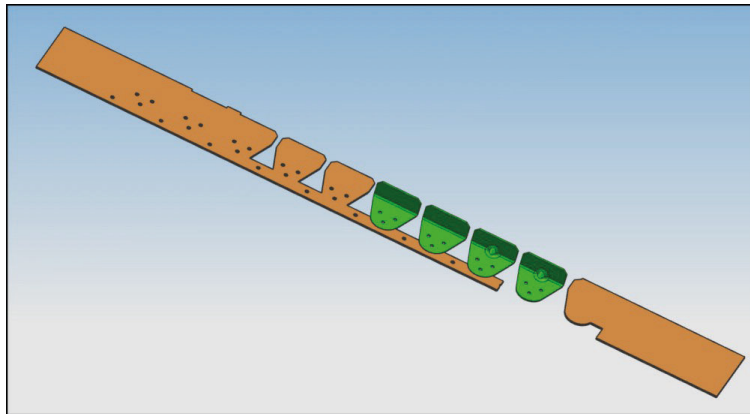

Рис. 6.15. Симуляция процесса последовательной штамповки детали при однорядном раскрое
- Создайте симуляцию пробивки (**Strip Layout Definition – Симуляция пробивки – Из станции 2 – На станцию 9**). Удалите заготовки для визуализации процесса (**Strip Layout Definition – Удалить пустой материал – Из станции 6 – На станцию 9**). Скройте *prj\_strip\_007* при помощи **Навигатора сборки** и все линии. Результат моделирования процесса последовательной штамповки представлен на рис. 6.15.